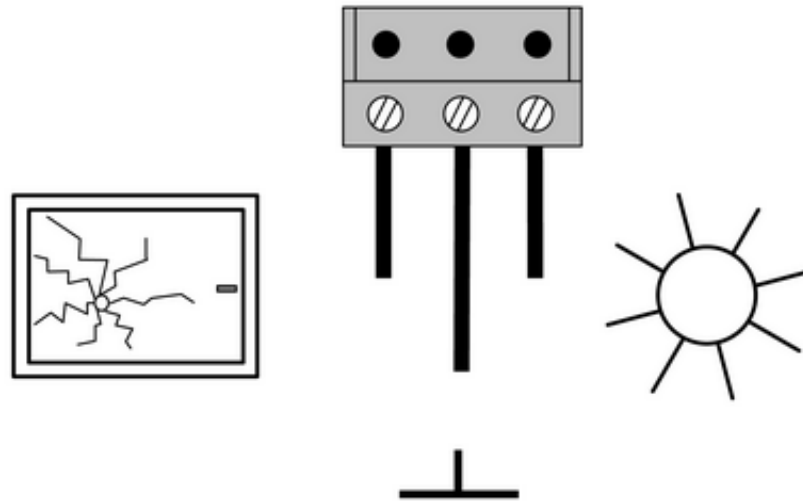

Figure 10: Raccordement au répartiteur
- Raccorder la technique sensorielle selon le schéma de raccordement (figure 10). Les câbles de capteur sont marqués de la manière suivante :